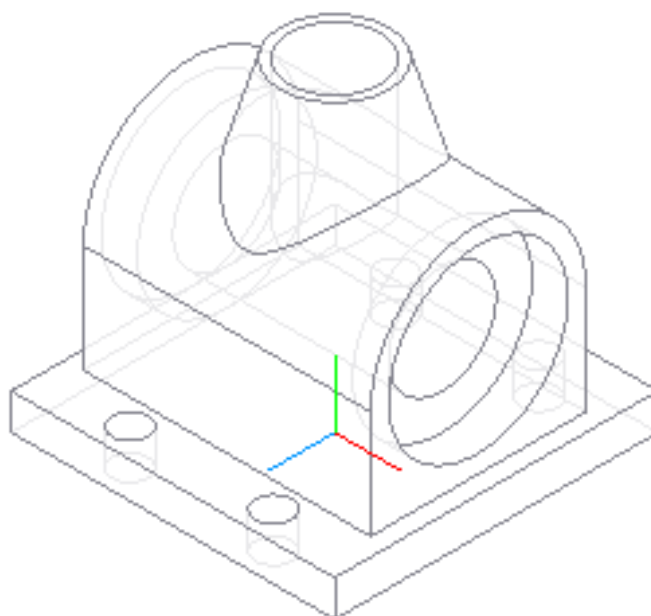

Рисунок 7.31 – Построение симметричного углубления
13. Для создания симметричного углубления воспользуемся инструментом  **Зеркальный массив**. В качестве входных параметров операции последовательно указываем в **Дереве построений** последнюю операцию выдавливания и координатную плоскость **YZ** (рис. 7.31).